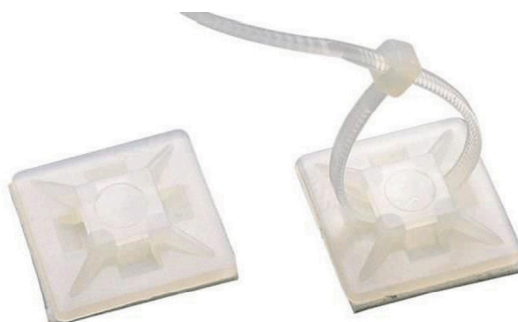

Figure 35 – Embase adhésive pour collier de serrage
Au milieu de la largeur du bassin côté couverture, collez sur le liner deux embases adhésives (*Figure 35*) alignées verticalement à 70 cm d'écart, celle du haut étant collée à 3 cm environ du haut du bassin. Ces embases serviront par la suite à maintenir un tube de diamètre 16 mm dans lequel passera le câble d'alimentation du projecteur.
Fixez au dos de la paroi de séparation les deux embases autocollantes restantes (10) représentées à la *Figure 35* : une à quelques centimètres en dessous du projecteur, et l'autre à la verticale de la première,